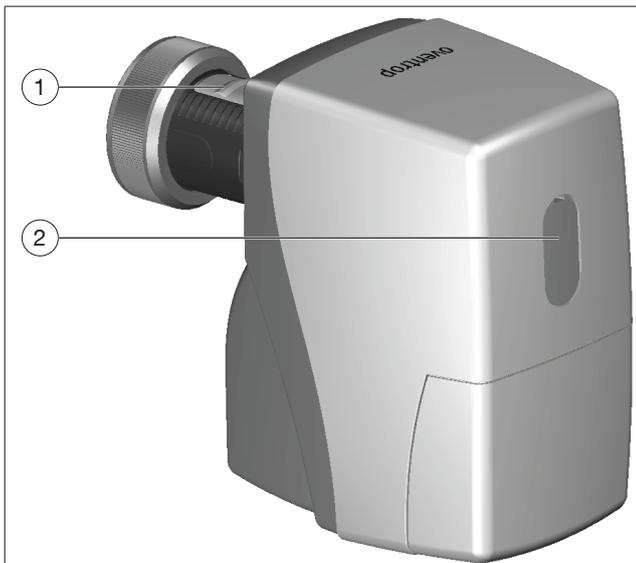

Fig. 9: Affichage de la position de la levée et cache de la tige du robinet
2. Ouvrir le cache du réglage manuel (tige de réglage) (voir position 2 sur la Fig. 9).